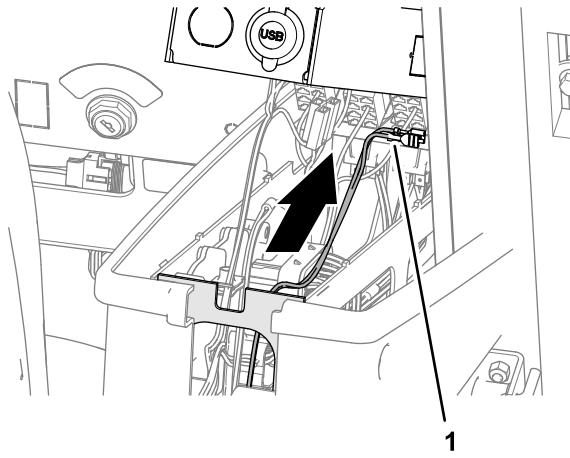

Figura 107
3. Encaminhe a derivação da cablagem identificada com REMOTE ENGAGE SWITCH na direção do painel do braço (Figura 107).